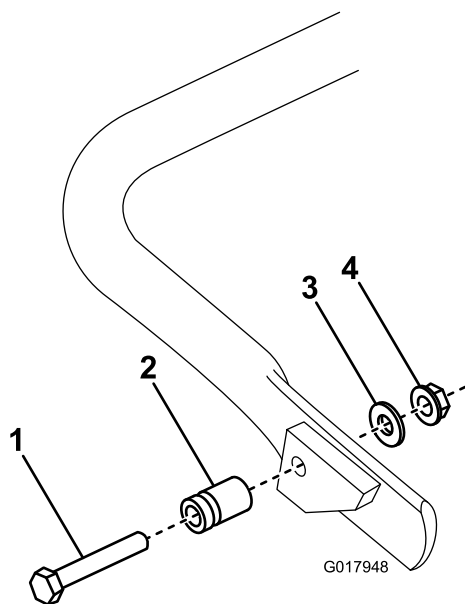

Figura 5
1. **Solo sul Modello 04056**, collegate il prigioniero a molla al lato destro del cavalletto (Figura 5) utilizzando bullone, rondella e dado flangiato in dotazione.